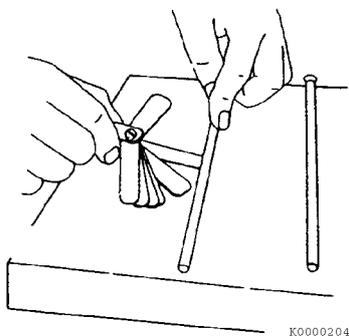

Figure 6-17
3. Utilisez une jauge d'épaisseur pour mesurer l'écartement (Figure 6-17). Voir Tige de poussée à la page 6-6 pour la limite de service.